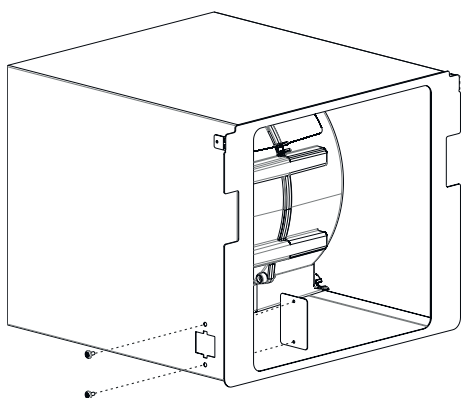

Fig. 13
4. ➔ Afmontér afdækningpladen på motorkabinettet med 2 stk. 2x3,5x6,5 skruer (Fig. 13).